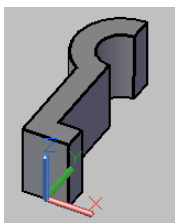

图 9-99 原始模型
(1) 打开随书光盘“CH9”文件夹中的“BD_三维镜像.dwg”文件，文件中的原始模型如图 9-99 所示。
(2) 单击“三维镜像”按钮，选择“修改”菜单中的“三维操作”→“三维镜像”命令，根据命令行的提示执行如下操作。